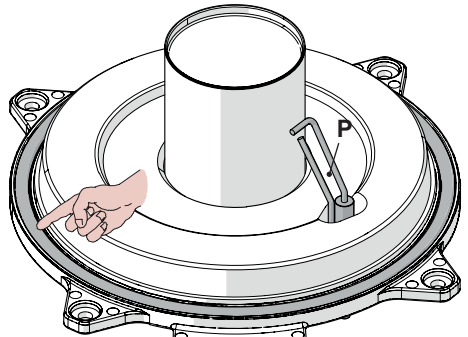

Figura 9.7
- La guarnizione in silicone della parete frontale della camera di combustione Figura 9.7 deve essere cambiata se deteriorata.
- L'elettrodo di accensione/rilevazione P in Figura 9.7 funge anche da sensore per il corretto scarico della condensa. Se tale elettrodo viene a contatto con acqua di condensa presente all'interno della camera di combustione manda in blocco di sicurezza la caldaia. Pertanto se si trova la coibentazione bagnata o deteriorata provvedere alla sostituzione.